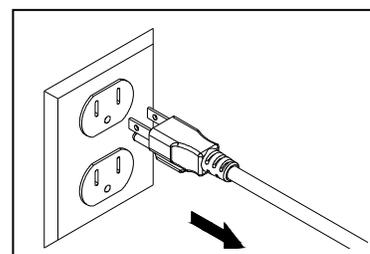

Fig. 6
1. Desenchufe la bomba, retire del estanque. Fig. 6